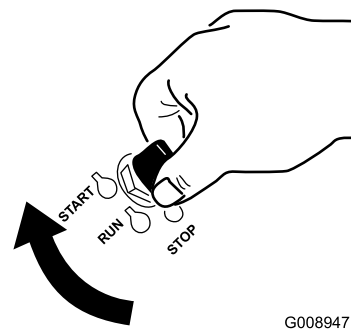

Figure 12
1. Tournez la clé de contact à la position DÉMARRAGE (Figure 12). Relâchez la clé quand le moteur démarre.
- Tournez la clé de contact à la position DÉMARRAGE (Figure 12). Relâchez la clé quand le moteur démarre.